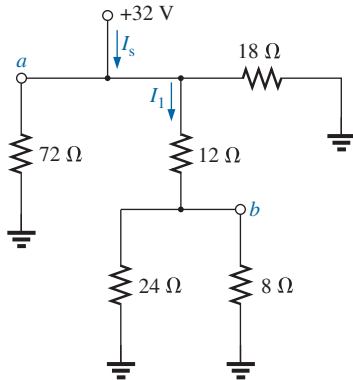

Figura 7.67 Problema 8.
8. Considerando o circuito da Figura 7.67: